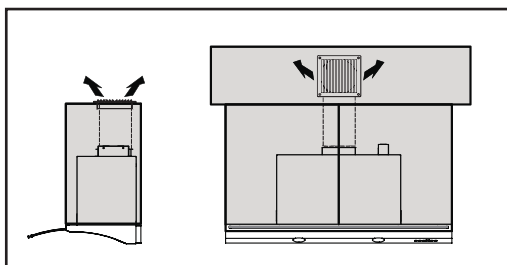

FIG.14
4. Pour que la reprise d'air se fasse convenablement, un évent de reprise d'air doit être installé pour permettre à l'air recyclé d'être relâché dans la cuisine, Fig. 14. Un conduit doit être installé du ventilateur à l'évent. L'évent de reprise d'air peut être placé sur le dessus de l'armoire, ou dans le plafond ou vide sanitaire.